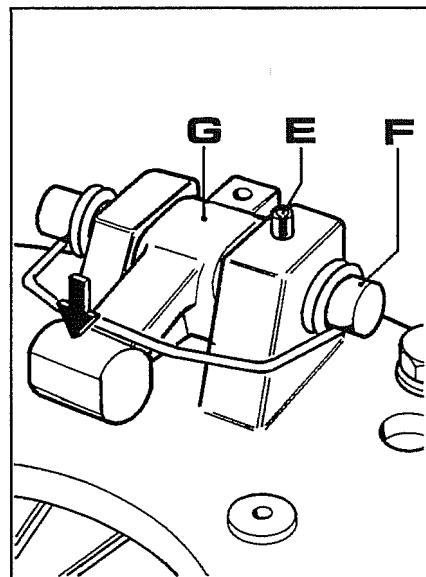
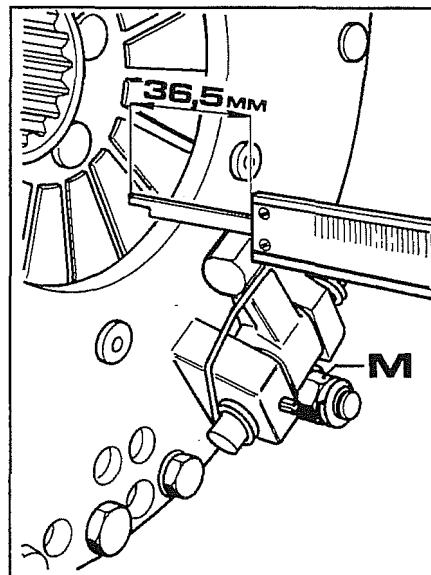

Fig. 23
Fig. 25
- c. Verificar que as alavancas **G** fig. 23 não tenham as cabeças (indicadas pela flecha na figura) excessivamente consumidas.
- Extrair o perno **F**, e substituir a alavanca colocando novamente a mola como ilustrado na fig. 23.
- Para regular as alavancas **G** fig. 23 comando de exclusão da embraiagem tomada de força, é necessário agir nas porcas **M** fig. 25 até se obter a medida de **36,5 mm** da parte superior das alavancas ao plano da mola, tal como ilustrado na figura.